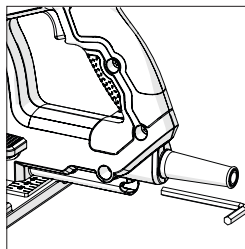

Fig. 1
- Localizați cheia hexagonală pentru schimbarea discului (furnizată), care se găsește în compartimentul de depozitare încorporat **(18)** (**Fig. 1**)